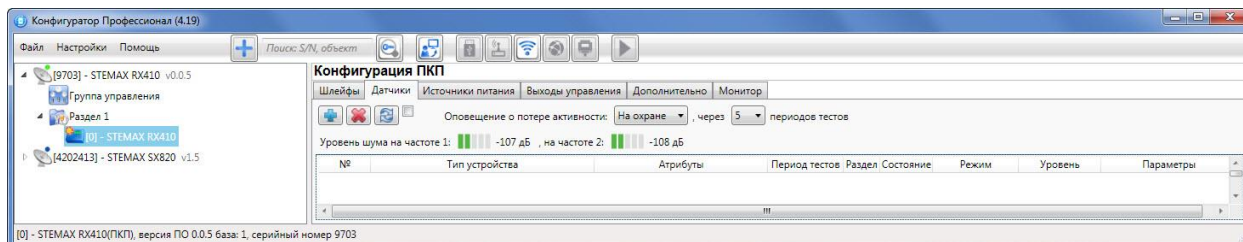

Рисунок 11.3 — Вкладка *Датчики* (основные параметры работы радиоустройств)
В верхней части вкладки *Датчики* (см. рисунок 11.3) задаются основные параметры работы радиоустройств Livi.
- На вкладке *Датчики* нажмите кнопку  (см. рисунок 11.3).